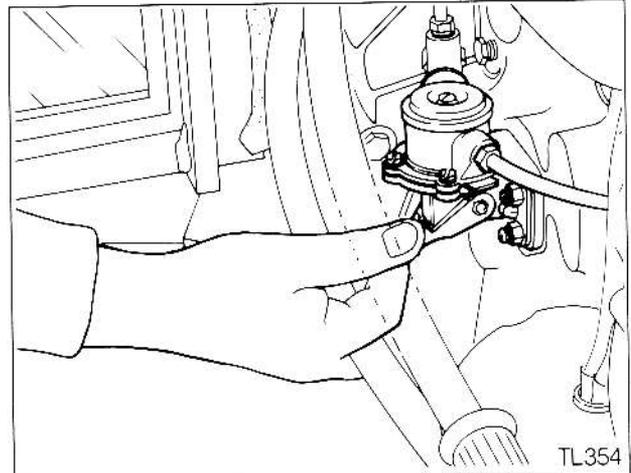

Fig 75
Ouvrir le/les robinet(s) (3) pour permettre à l'eau et les autres impuretés de s'échapper. Fermer le/les robinet(s) et actionner la pompe d'alimentation (Fig. 75) pour remplir le filtre.
2. Actionner le levier de la pompe d'alimentation (Fig. 75) jusqu'à ce que le combustible sorte du raccord exempt de bulles d'air. Resserrer alors le raccord.
3. Desserrer le bouchon de purge inférieur (5) sur la pompe d'injection de combustible et actionner la pompe d'alimentation jusqu'à ce que le combustible sortant de ce bouchon soit exempt de bulles d'air, puis resserrer le bouchon.
4. Desserrer le bouchon de purge supérieur (6) sur la pompe d'injection et actionner la pompe d'alimentation jusqu'à ce que le combustible sortant du bouchon soit exempt de bulles d'air puis resserrer le bouchon.
5. Desserrer les raccords (7) des injecteurs numéros un et quatre, ou numéros un et six sur le moteur à six cylindres.